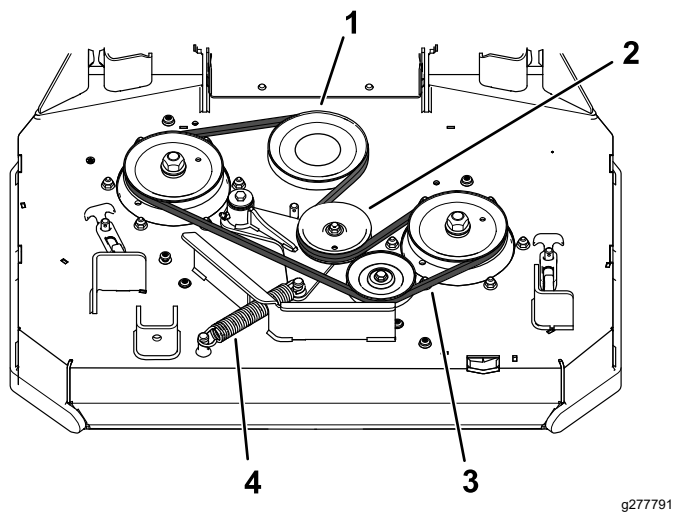

Figura 61
4. Sganciate la molla dal perno di ancoraggio sul braccio della puleggia tendicinghia (Figura 61).
5. Togliete la cinghia del tosaerba usurata (Figura 61).
6. Montate la nuova cinghia del tosaerba attorno alla puleggia della frizione, alle pulegge del piatto di taglio e alla puleggia tendicinghia (Figura 61).
7. Agganciate la molla al perno di ancoraggio sul braccio della puleggia tendicinghia (Figura 61).